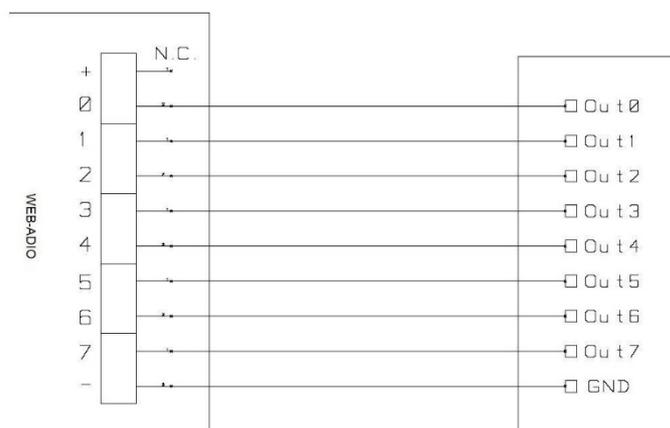

Figura 3b: schema implementazione ingressi: controllo diretto in tensione.
-Figura 3b: nel caso in cui gli ingressi siano controllati direttamente da una tensione.